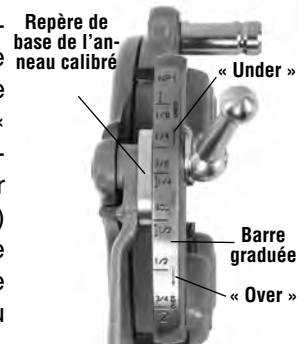

Figure 7 – Réglage du filetage
3. Commencez par aligner le repère de base de l'anneau calibré sur celui de la barre graduée désiré. Pour les filetages des boulons avec tête de filière universelle, alignez les filières à boulon sur le repère « BOLT » de la barre graduée (Figure 7).